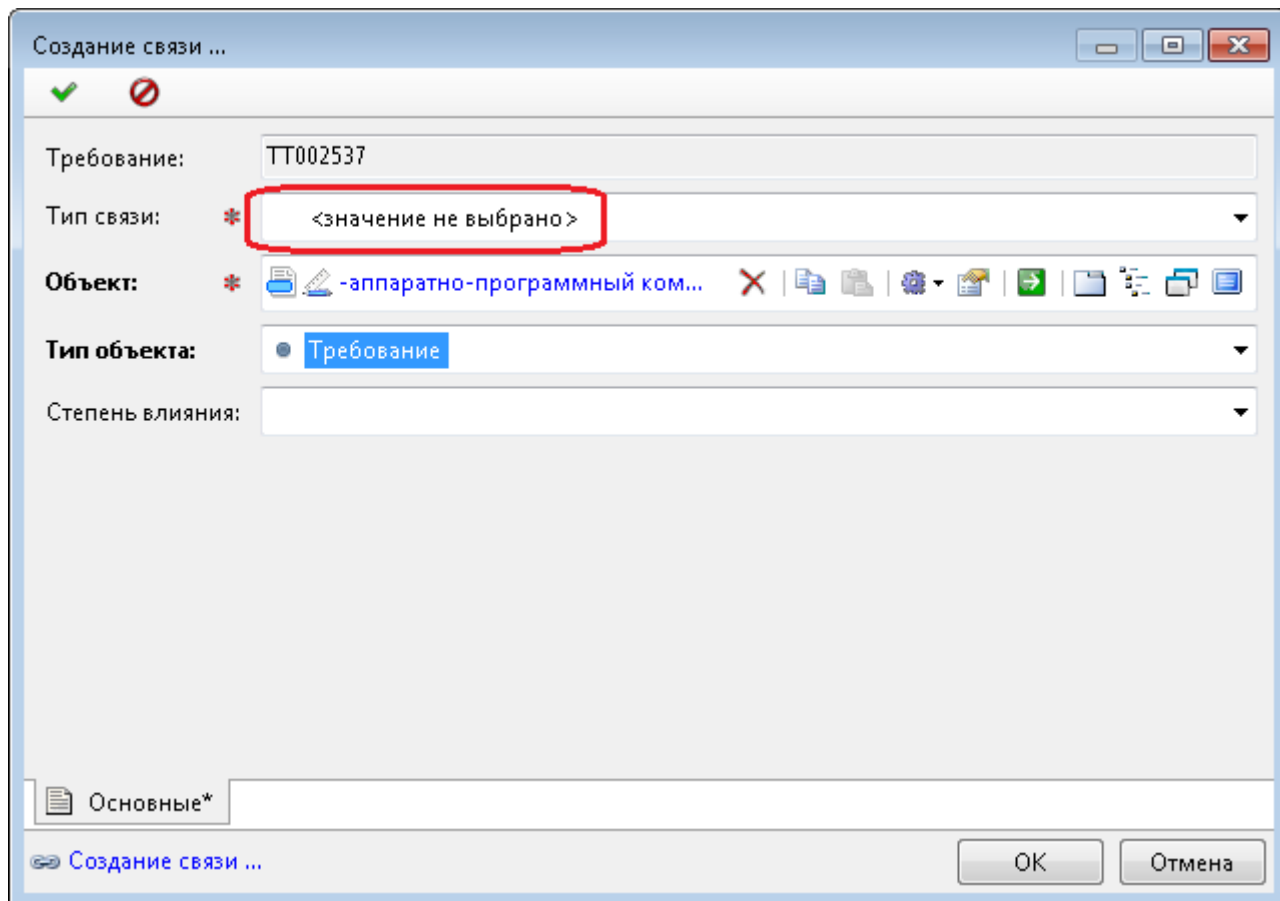

Рисунок 37 — Создание связи с объектом
- в открывшемся окне создания связи будут заполнены поля: «Требование» – идентификатор текущего требования, для которого создается связь, и «Объект» – ссылка на выбранный для связи объект (Рисунок 37);